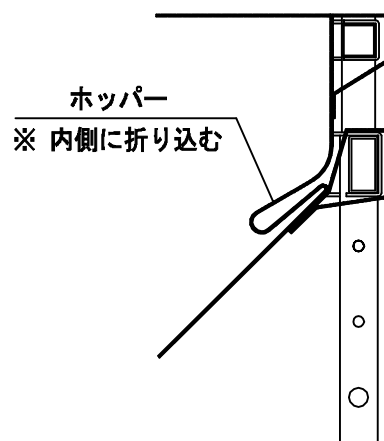

図4
※ 柱を中穴、下穴で固定している場合は、ホッパーのたるみを内側に折り込んで下さい。（図4参照）
- ※2 柱を中穴、下穴で固定している場合は、ホッパーのたるみを内側に折り込んで下さい。（図4参照）